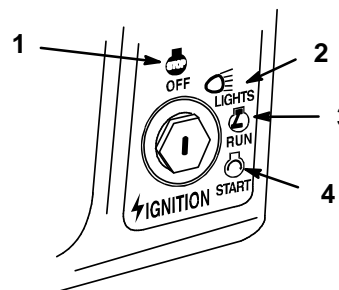

Figure 6
6. Tourner la clé de contact dans le sens des aiguilles d'une montre jusqu'en position de démarrage ("START", fig. 6), la maintenir jusqu'à ce que le moteur démarre, puis la lâcher.
2. Tourner la clé de contact sur arrêt (“OFF”, fig. 6).